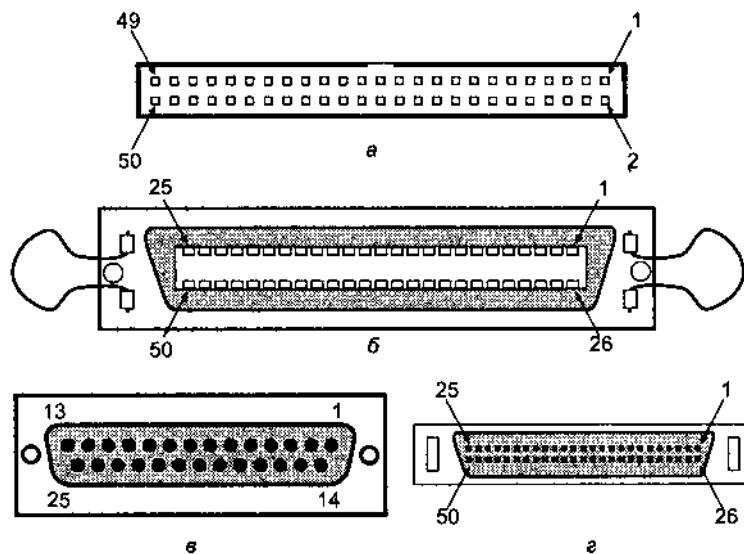
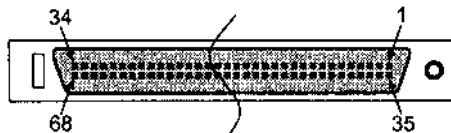
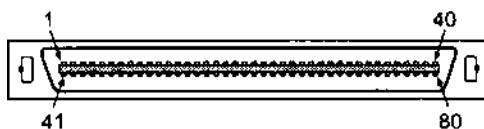

Рис. 20.4. Разъемы 8-битного устройства SCSI: а — IDC-50F; б - CX-50F; в - DB-25F; г - HD-50F
Рис. 20.5. Разъемы 16-битного устройства SCSI HD-68F
Рис. 20.6. Разъем для устройства SCSI с «горячей» заменой SCA-80
- ◆ IDC-50 — разъемы для соединения внутренних устройств (как в АТА, где применяются 40-контактные разъемы IDC-40). Разъемы имеют квадратные штырьковые контакты с шагом 0,1" (2,54 мм), пластмассовый корпус без кожуха и дополнительных фиксаторов (рис. 20.4, а). На устройствах устанавливают *вилки* (IDC-50M), на ленточных кабелях — *розетки* (IDC-50F).
(2,16 мм) и внешний металлический кожух (рис. 20.4, б). Применяются для соединения внешних устройств. На корпусе устройства (и SCSI-адаптера) устанавливают *розетки* (CX-50F), на кабелях — *вилки* (CX-50M). Разъемы фиксируются проволочными скобами, установленными на розетке и входящими в выемки на корпусе вилки. Часто называются внешними разъемами SCSI-1 (SCSI-1 External).
- ◆ DB-25 — разъемы с круглыми штырьковыми контактами в металлическом кожухе D-образной формы (как на LPT-порте компьютера). На устройстве устанавливается *розетка* (DB-25F), на кабеле — *вилка* (DB-25M); фиксация выполняется с помощью винтов (рис. 20.4, в). Применяются на некоторых внешних устройствах (например, Zip).
- ◆ HD-50, они же MiniD50 (рис. 20.4, г), — разъемы со штырьковыми контактами в металлическом кожухе D-образной формы, с высокой плотностью контактов (High Density) — с шагом  $0,05^m$  (1,27 мм). На устройстве устанавливается *розетка* (HD-50F), на кабеле — *вилка* (HD-50M); фиксация выполняется с помощью защелок (клипсов). Часто называются внешними разъемами SCSI-2 (SCSI-2 External).
- ◆ HD-68, они же MiniD68 — аналогичные разъемы, но с 68 контактами. На устройстве устанавливается *розетка* (HD-68F или MiniD68F), на кабеле — *вилка* (HD-68M или MiniD68M). Внешние разъемы фиксируются с помощью клипсов или винтов, внутренние — только на трении. Часто называются разъемами SCSI-3, в настоящее время наиболее широко используются для «широкого» интерфейса. На рис. 20.5 показан внешний разъем (слева изображена клипса, справа — резьбовая буква).
- ♦ SCA (Single Connector Attachment — подключение устройства одним разъемом) — разъем предназначен для подключения дисков, устанавливаемых в шасси с возможностью «горячей» замены (или, по крайней мере, легкой, через лицевую панель). В настоящее время распространена спецификация SCA-2 на разъемах MCX-80 (рис. 20.6). На устройстве устанавливается *вилка* (MCX-80F), на шасси — *розетка* (MCX-80M). Помимо интерфейсных сигналов на разъем выводятся шины питания, а также сигналы конфигурирования устройства (идентификатор, режимы и т. п.). На боковых направляющих имеются дополнительные контакты заземления. Конфигурационные джамперы устанавливаются не на устройстве, а на шасси (или на плате адаптера).
Для версии Narrow SCSI использовались разъемы, изображенные на рис. 20.4, для Wide SCSI — на рис. 20.5. Для устройств с «горячей» заменой применяют миниатюрный D-образный разъем SCA-2, общий для питания и сигнальных цепей (см. рис. 20.6).
- внутренний A-кабель SCSI-1 и SCSI-2 имеет разъемы с низкой плотностью контактов IDC-50 (розетки, см. рис. 20.4, а);
- внешний A-кабель SCSI-1 имеет разъемы Centronics-50 (CX-50M, см. рис. 20.4, б);
- внешний A-кабель SCSI-2 имеет разъемы MiniD50M (HD-50M, см. рис. 20.4, в).
- ◆ *Mac SCSI*. Кабель с разъемами DB-25P (см. рис. 20.4, г) — 8-битный, стандартный для Macintosh (назначение контактов см. далее), используется на некоторых внешних устройствах (Omega ZIP Drive). Встречается иная раскладка цепей, если 25-контактный разъем установлен на хост-адаптере.